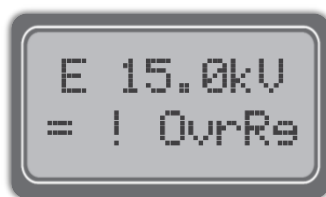

Fig.2
- Una chispa provocada por la ionización del aire presente en una imperfección del material de recubrimiento. (Fig. 2)